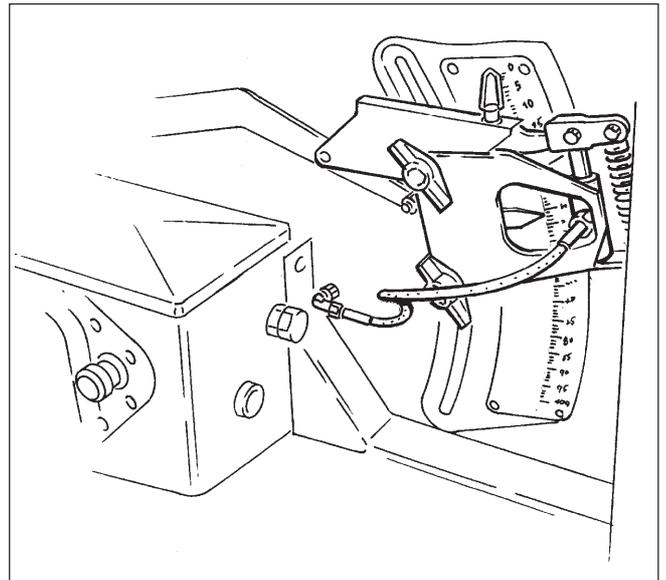
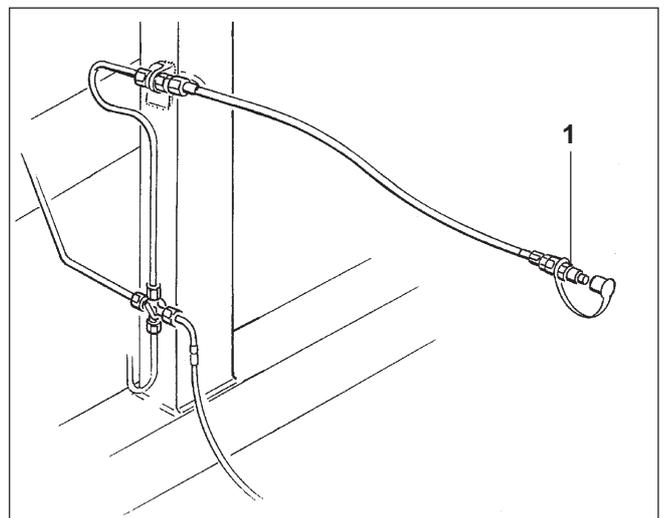
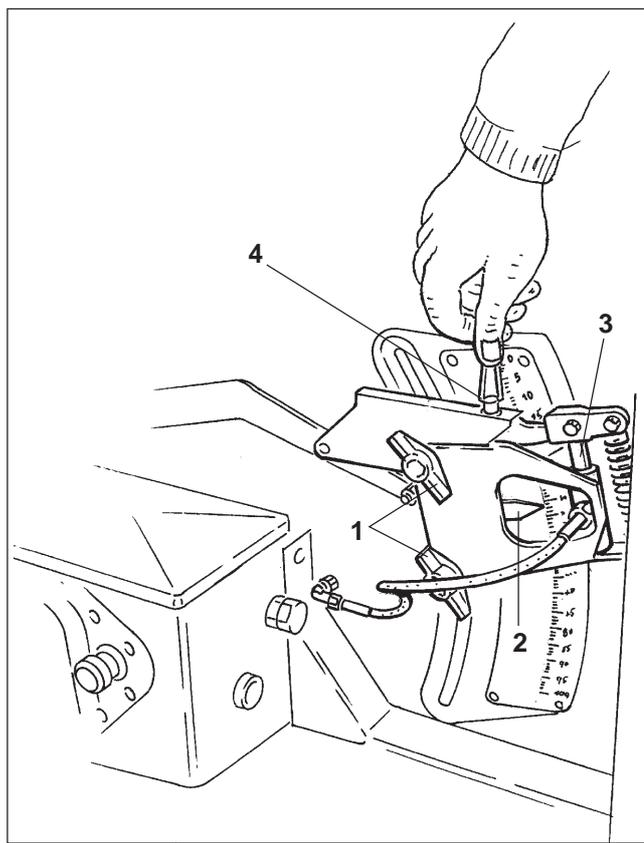

Fig. 31.1
Fig. 31.2
Fig. 31.3
Cuando las condiciones del suelo en la parcela sean muy variables, se puede mediante un mando hidráulico a distancia (fig. 31.1) aumentar la dosis de siembra en las zonas de suelos más pesados. El mando a distancia de la dosis de siembra se realiza con la ayuda de un distribuidor de simple efecto.
En la entrega de la máquina se monta el mecanismo de regulación (fig. 31.1) en la palanca de selección de la transmisión y el cilindro hidráulico (fig. 31.3/3) se conecta a la conexión hidráulica II (fig. 31.2/1), que también ha sido suministrada con la sembradora. Conectar la conexión hidráulica II a un distribuidor de simple efecto del tractor.
- Se elimina la presión del cilindro hidráulico (fig. 31.3/3).
- Se aflojan las dos tuercas de mariposa (fig. 31.3/1).
- Se desplaza desde abajo la palanca de selección de la transmisión (fig. 31.3/2) a la posición establecida.
- Se aprietan las dos tuercas de mariposa (fig. 31.3/1).
- Mandar presión al cilindro hidráulico (fig. 31.3/3) con el distribuidor desde la cabina del tractor.
- Girar el tornillo de regulación (fig. 31.3/4) hasta que el indicador (fig. 31.3/2) de la palanca de selección de la transmisión señale la posición superior deseada.
Si al aumentar la presión de las rejas cuando se trabaja en suelos pesados, no se desea que aumente la dosis de siembra, se afloja a tope el tornillo de regulación (fig. 31.3/4). De este modo la dosis de siembra no aumentará al aumentar la presión de las rejas.